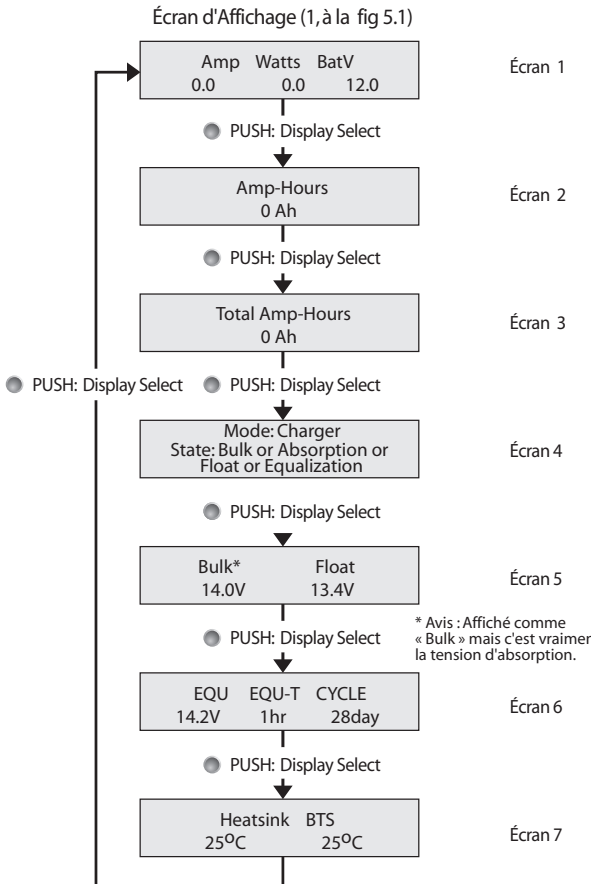

Fig. 5.3. Écran d'Affichage ACL
Pendant cette étape, l'écran LCD 4 (Fig 5.3) affiche «State: Equalization». L'écran LCD 6 (Fig 5.3) affiche les paramètres d'égalisation programmés. L'écran 1 (Fig 5.3) montre la valeur programmée du point de consigne de régulation de tension d'égalisation «Ve» sous «BatV». Le voyant d'état du panneau avant clignotera en orange, une fois par seconde.
Remarque: Pendant l'étape d'égalisation, si le courant de charge est plus grand que le courant du panneau solaire, la tension de batterie va baisser. Si la tension de batterie baisse jusqu'à environ 1V en-dessous du point de réglage de tension d'égalisation « Ve » pour environ 1 min, le contrôleur retourne à l'étape de Masse. Le Cycle de Service MLI est changé à 100%. L'écran ACL 4 (La Fig 5.3) va toujours indiquer « State: Equalization » et A DEL de Statut sur la plaque frontale va continuer à clignotant en Orange. Il va retourner à la MLI quand la tension de batterie atteint le point de réglage de tension d'égalisation « Ve » est peut-être soutenu pour une période minimale d'environ 50 à 55 sec.
Étape- 3: Étape de Maintien. Le contrôleur entre cet étape de l'étape d'égalisation précédent au point « D1 » après que la tension de batterie est gardée au point de réglage de tension d'absorption « Ve » pour une période continue ou cumulatif d'1 /2 / 3 Hr. Pendant cet étape (Portion de Courbe « D1» à « E1 »), l'interrupteur fonctionne par le contrôle MLI en alimentant un courant de court-circuit pulsée « Icc » avec un Cycle de Service très bas de 0% à < 10% pour garder la tension de batterie constante au Point de Réglage de Tension De Maintien « Vf » Pendant cet étape , la batterie est 100% chargée et exige un très bas charge d'entretien 0.1% de la Capacité Ah afin de récompenser la batterie pour sa auto-consommation. La batterie peut rester dans cet étape pour une période prolongée. Pendant cet étape, l'écran ACL 4 (la Fig 5.3) affiche « State: Float ». L'écran 5 (la Fig 5.3) affiche le point de réglage de tension de Maintien (Affiché sur l'écran sous « Float ») La DEL de Statut serait allumée en Vert.
REMARQUE: Pendant l'étape de Maintien, si le courant de charge est plus grand qui le courant du panneau solaire, la tension de batterie va baisser. Si la tension de batterie baisse jusqu'à environ 1V en-dessous du point de réglage de tension de maintien « Vf » continu pour environ 1 hour, le contrôleur retourne à l'étape de Masse. Le Cycle de Service MLI est changé à 100% et l'écran ACL 4 (La Fig 5.3) change à « State: Bulk ».
Affichage (3, à la Fig 5.1)	Poussez pour changer l'écran d'affichage ACL (Voir la Fig. 5.3) Poussez et tenez pour réinitialiser les Ampère-Heures.
L'écran LCD (1, Fig. 5.1) est un affichage à 2 lignes de 16 caractères avec rétroéclairage. Le rétroéclairage s'éteint au bout de 30 secondes et se rallume lorsqu'une touche est enfoncée. Le poussoir marqué «PUSH Display Select » et « Hold – Reset AMP-Hours » (3, à la Fig. 5.1) est utilisé pour manipuler les fonctions ACL. Chaque fois que le poussoir est appuyé, ça va faire défiler l'affichage. La séquence de défilement est montrée à la Fig.5.3. Veuillez noter que les 7 écrans sont séquentiels, donc ils sont affichés dans une boucle continue : 1-2-3-4-5-6-7-1-2-3 et ainsi suite (Voir la Fig. 5.3). Quand les écrans 2 à 7 sélectionnés, ils seront affichés pendant 15 minutes, et puis retourneront à l'écran 1 (l'écran par défaut). L'information détaillée fournie sur les écrans ACL (la Fig 5.3)est indiquée ci-dessous :
- Dès que la Batterie (+) est branché, la DEL de Statut (2, à la Fig 5.1) serait allumé (Orange) et le message « Welcome to Samlex Solar 1.0 » serait affiché pour environ 3 à 5 sec. Après, la DEL va clignoter en Vert & l'Écran 1 (Fig 5.3) serait affiché: Amp 0.0; Watt 0.0; BatV = "the battery voltage.